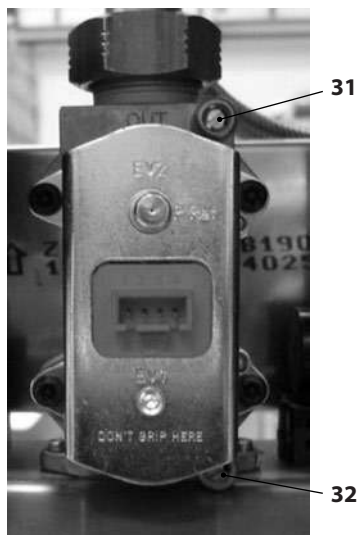

Figura 7.1
A caldaia spenta (fuori servizio), controllare la pressione di alimentazione utilizzando la presa 32 in Figura 7.1 e confrontare il valore letto con quelli riportati nella tabella Pressioni di alimentazione gas nella sezione "Dati tecnici M296.24SM/D" a pag. 24 e "Dati tecnici M296.28SM/D" a pag. 27.
- Richiudere bene la presa di pressione 32 in Figura 7.1.
- Aprire la presa di pressione 31 in Figura 7.1 e collegare un manometro.